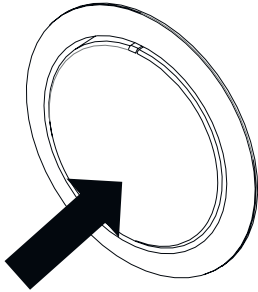

Рис. 15: Утапливаемая кнопка выключена
- По завершении приготовления поверните переключатель в положение Выкл (вверх) и нажмите на неё (Рис. 15).